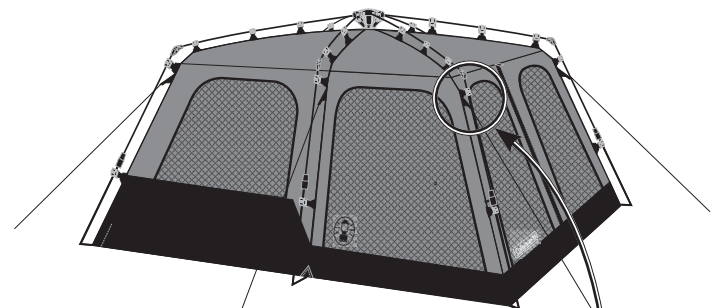

Fig. 7
- Verifique que las pinzas en los bordes de la tienda de campaña estén bien sujetas a los postes del armazón. (Fig. 7 y 8)